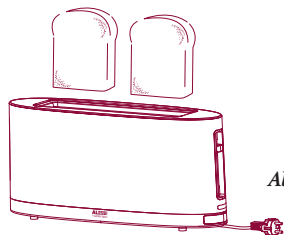

Abb. 3
- 1 Führen Sie eine oder zwei Scheiben Brot ein (Abb. 3).